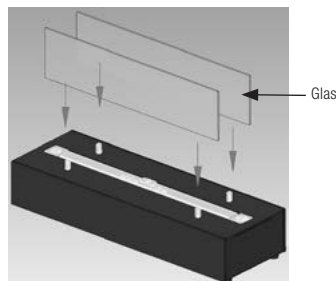

Abb. 3c
4. Zum Schluss setzen Sie das Glas ein (Abb. 3c).